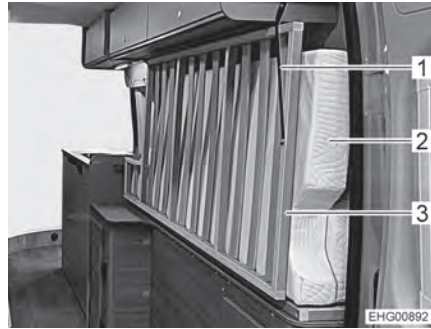

Bild 46 Rehtes Bett in Transportposition
- Matratze (Bild 46,2) des rechten Betts (in Fahrtrichtung gesehen) längs zusammenklappen und auf der Kante stehend ganz nach außen schieben (siehe Bild 46).
- Bettrost (Bild 46,3) des rechten Betts nach oben klappen.
- Hinteres Ende des Bettrosts mit Halteband (Bild 46,1) sichern.